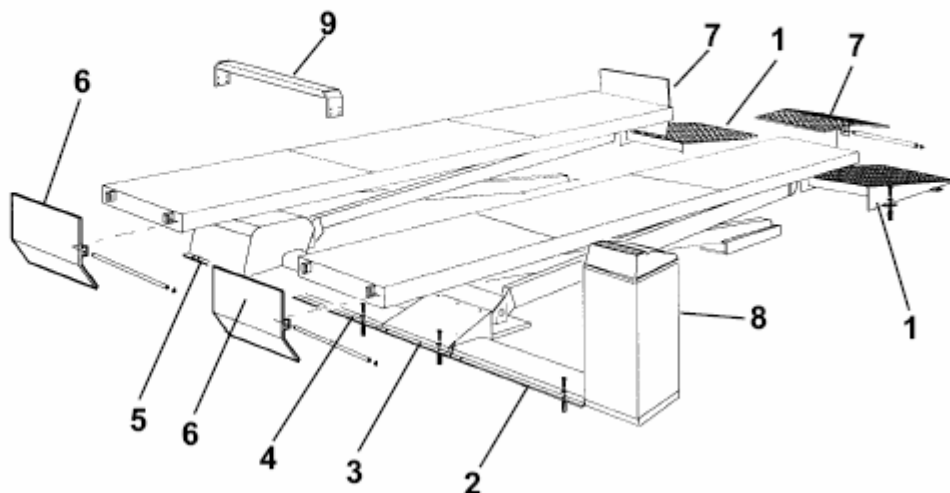

Рис. 34
К Рис. 34. Установите въездные рамы (1) и, используя отверстия в скобах в качестве шаблона, просверлите 12-мм отверстие на глубину 80 мм. Вставьте соответствующие болты и крепко затяните их.
К Рис. 34 – Установка противооткатных устройств (7-6).